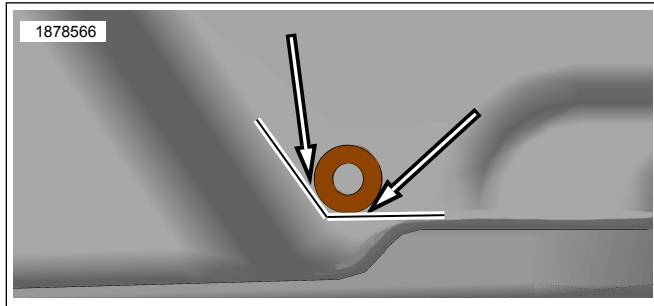

Figure 3. Lokasyon ng Saddlebag Lower Hole Drill
- b. Figure 3 Gamitin ang grommet (7) mula sa kit bilang gabay sa lokasyon ng drill.